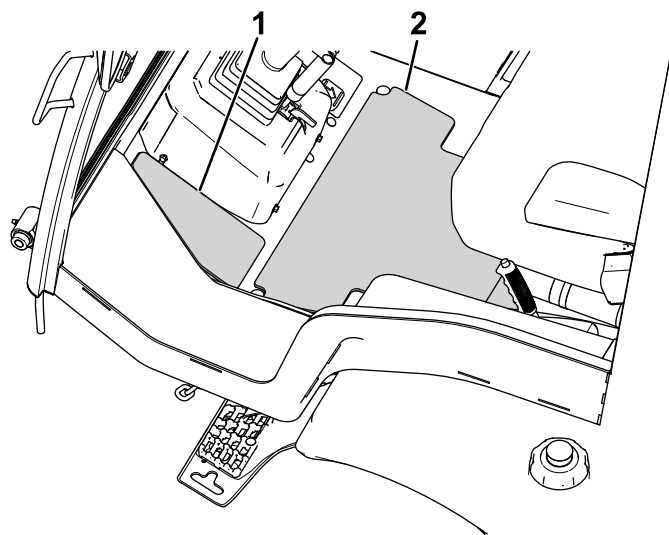

Figura 11
2. Retire la película protectora e instale las planchas de suelo centrales y esquineras en el suelo de la plataforma (Figura 11).